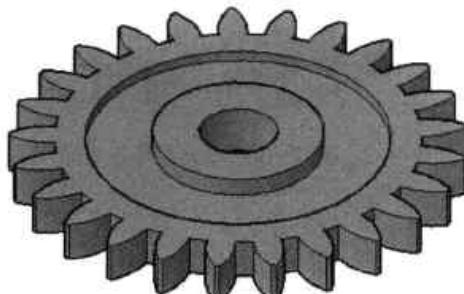

图12-56 拉伸圆柱面
**Step19** 执行“按住并拖动”命令，选中刚减去的圆柱顶面，将该面向 Z 轴正向拉伸 3mm，结果如图 12-56 所示。